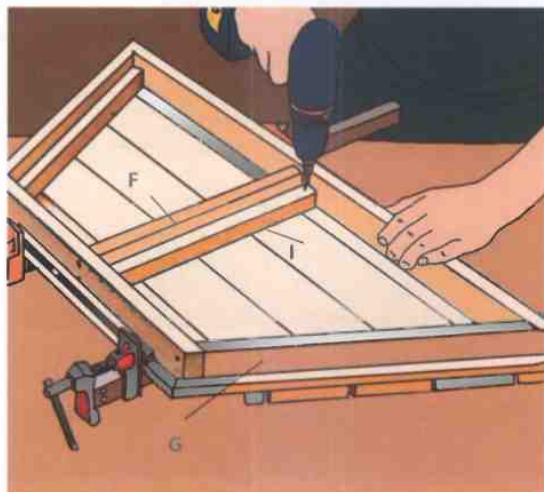

Рис. 14.
18. Снимите шаблон. Проверьте, чтобы доски сидений располагались обратной стороной кверху. Проконтролируйте их положение и расстояние между досками. Положите сверху каркас. Высверлите на поверхностях планок H и I небольшие углубления, в которые потом будут входить головки шурупов, соединяющих эти планки с досками сидений (Рис. 14). Подберите глубину этих выемок и размер шурупов таким образом, чтобы кончики шурупов не прошли насквозь доски сидений. Скрепите каркас с досками. Аналогичным образом сделайте еще пять таких сидений.